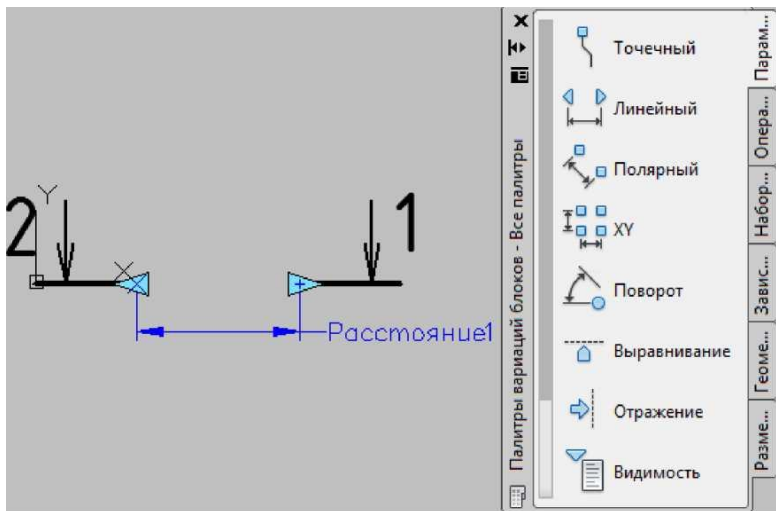

Рис. 10 – Палитра вариации блоков
– на всплывшей панели **Палитры вариаций блоков (Block Authoring Palette)** выбрать закладку **Параметры (Parameters)** → **Линейный (Linear)** и выполнить действия по подсказкам в командной строке; перейти к закладке **Операции (Actions)** → **Растянуть (Stretch)** и выполнить действия, указанные в командной строке (рисунок 10);